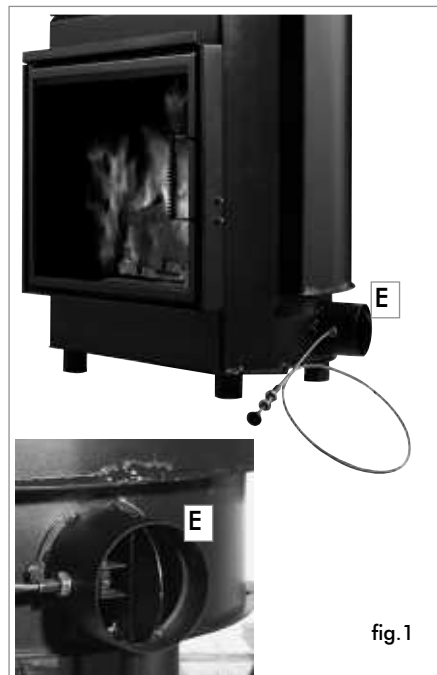

fig.1
- O comando da persiana disposto na boca da tomada de ar externa (veja a fig.1 na pág.6), regula a quantidade de ar primária necessária para a combustão. Ao pressionar o botão, é fechada a tomada de ar externa, puxando o mesmo abre-se a tomada de ar externa.